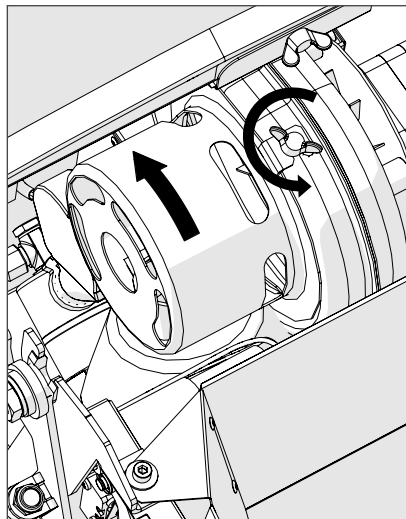

Abbildung 10
4. Lösen Sie die Schraube der Gebläseabdeckung (Abbildung 10).